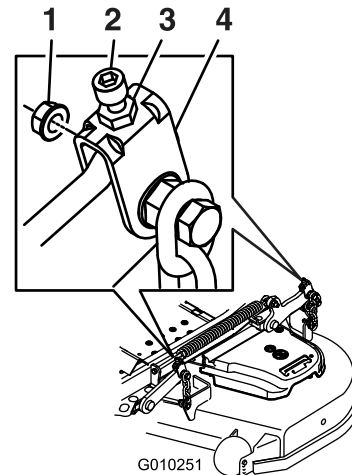

Figura 93
contratuerca de la parte superior. Gire el tornillo de ajuste hasta obtener una altura de 7.6 mm (3") (Figura 93).
16. Gire el tornillo de ajuste hasta obtener una altura de 8.3 mm (3/4") (Figura 93).